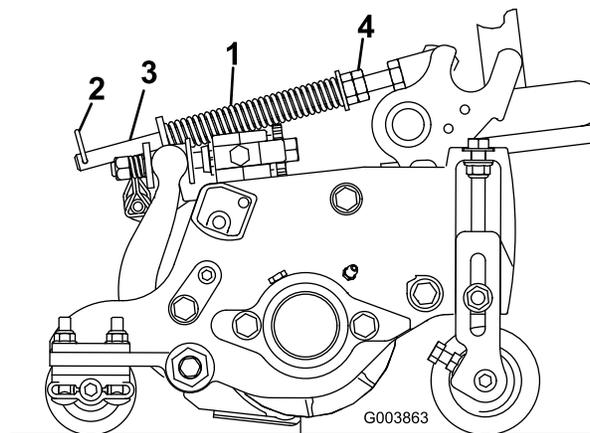

Figura 15
2. Apriete las tuercas hexagonales de la sección delantera de la varilla del muelle hasta que la longitud del muelle comprimido sea de 12,7 cm en el Reelmaster 5210 y 5410 (unidades de corte de 5 pulgadas), y de 15,9 cm en el Reelmaster 5510 y 5610 (unidades de corte de 7 pulgadas) (Figura 15).
El muelle de compensación del césped (Figura 15) transfiere peso del rodillo delantero al trasero. (Esto ayuda a reducir el patrón de ondulación en el césped.)
1. Asegúrese de que el pasador de horquilla está instalado en el taladro del extremo de la varilla (Figura 15).